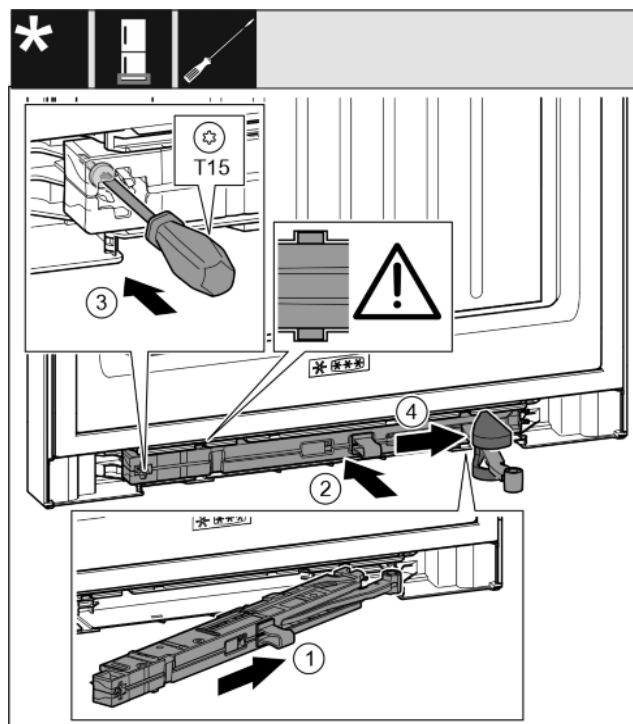

Fig. 36
- ▶ Pe partea suportului de lagăr împingeți înclinat unitatea amortizorului de închidere până la opritor în degajare. Fig. 36 (1)
- ▶ Împingeți unitatea amortizorului de închidere complet în degajare. Fig. 36 (2)
- ▶ Înșurubați ferm șurubul cu o șurubelniță T15. Fig. 36 (3)
- ▶ Împingeți capacul peste articulație. Fig. 36 (4)